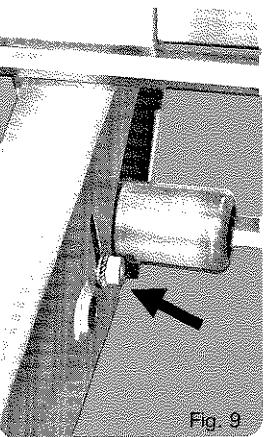

Fig. 9
- Pour faciliter le montage, les supports de paliers ⑧ ne seront à bloquer qu'après avoir enfilé les axes hexagonaux.
- Retendre les chaînes de blocs roues, après montage, par le tendeur fig. 9 (vers le haut).
- To make assembly easier, the bearing brackets ⑧ should be tightened only after sliding the hexagonal shafts through.
- After assembly retighten the chains of the drive wheel blocks, by the tightener fig. 9 (upwards).